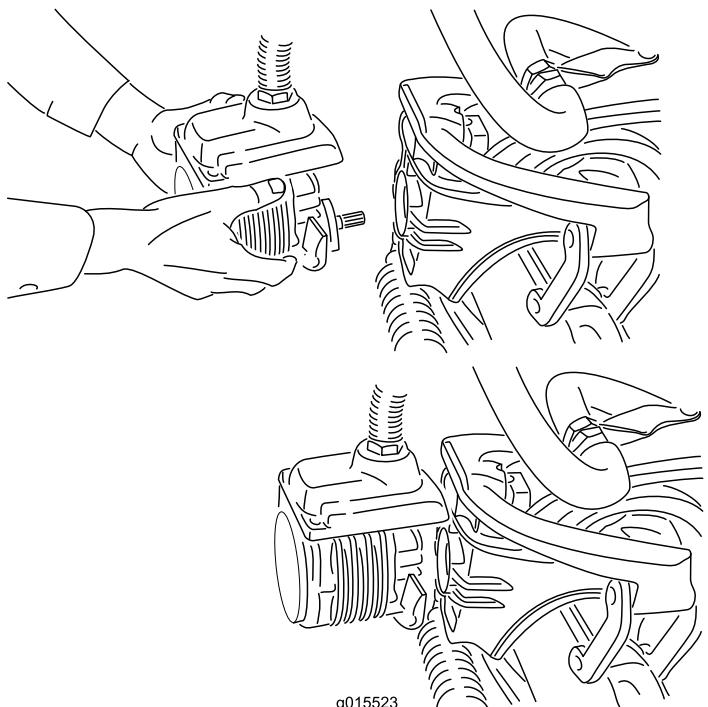

図 37
4. 外したモータは、サスペンション・アームの前部にある一時保管位置にセットしておく(図 37)。